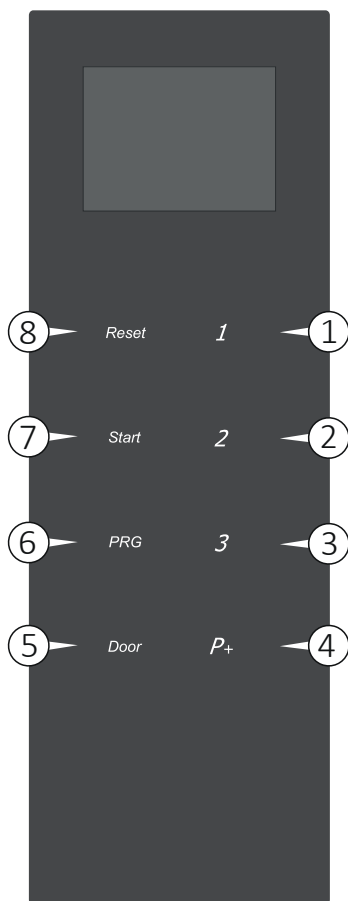

Fig. 16
- Ponga en marcha la máquina con el interruptor ON-OFF y abra la puerta botón DOOR (Fig. 16) para la introducción de las cestas.
- Cierre la puerta y empujela hasta que el bloqueo se accione. La puerta puede desbloquearse y abrirse en cualquier momento antes de la puesta en marcha del programa, pulsando el botón DOOR (Fig. 16).
Para seleccionar los programas disponibles, utilice el botón P1, P2, P3 o P+ del cuadro de mandos (Fig. 16).
Para poner en marcha un programa, pulse el botón START (Fig. 16).
El mensaje en la pantalla «Finalizado correctamente» indica que el programa se ha realizado correctamente. Desbloquee la puerta pulsando el botón DOOR (Fig. 16) y ábrala.
- 2) Con la máquina en marcha y la puerta cerrada, aparece la pantalla de selección de programas. Pulse el botón elegido P1, P2 o P3 (Fig. 16) en el cuadro de mandos. Para acceder a los programas siguientes (si estuvieran memorizados), pulse el botón «P+» varias veces.
4) Opcional: introduzca la contraseña del operador: utilice las teclas P1, P2, P3, RESET, START y PRG en el panel de control para digitar la contraseña correcta (Ver Fig. 16 para la descripción de las teclas).